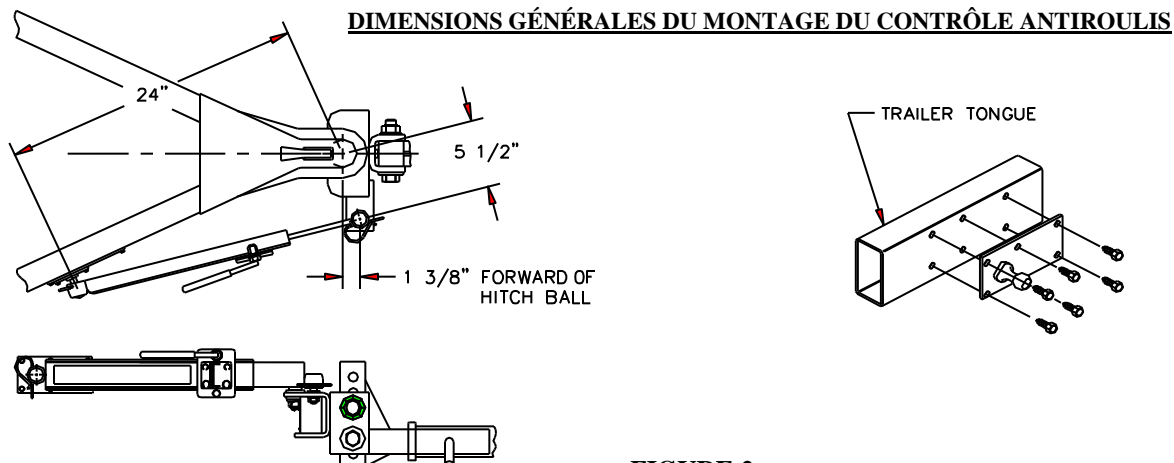

FIGURE 2.
- À l'aide d'un écrou (1b) et d'une rondelle frein (1c), monter la boule du contrôle antiroulis (1a) sur l'attelage comme illustré à la Figure 2 puis serrer au couple de 100 lb-pi. Si nécessaire faire une encoche et souder la barre de montage de boule (4) (vendu séparément) dans la position illustrée.
- Mesure et marquer un point sur la flèche de remorque à 24 po (61 cm) à partir du centre de la boule d'attelage comme illustré à la Figure 2.
- Aligner le centre de la boule de l'assemblage boule-plaque (3) sur la marque sur la flèche de remorque et marquer au pointeau l'emplacement de quatre trous. Percer quatre trous à l'aide d'un foret 11/32 (0,343) pour une flèche de remorque dont la matière est d'une épaisseur de 1/8 po (0,125) ou plus, ou un foret de 9/32 po (0,281) si la matière est moins épaisse.
- Placer l'assemblage boule-plaque (3) au-dessus des trous percés et visser quatre vis autotaraudeuses (2a) dans la plaque et la flèche de remorque. Percer les deux trous restants et poser les vis.